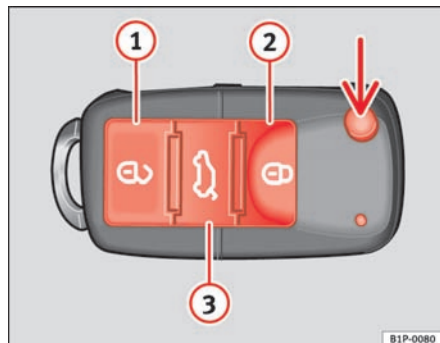

Fig. 64 Knapper på nøglen med fjernbetjening
Med knappen ⇒ fig. 64 (pil) på fjernbetjeningen kan du klappe nøglen ud.
Oplåsning af bilen  ⇒ fig. 64 ①
Låsning af bilen  ⇒ fig. 64 ②
Oplåsning af bagklappen. Tryk på knappen  ⇒ fig. 64 ③, indtil alle blinklygter på bilen blinker. Når du har trykket på oplåsingsknappen  ③, kan du åbne bagklappen inden for 2 min. Når denne periode er gået, bliver bagklappen låst igen.
Desuden blinker nøglens batterikontrollampe ⇒ fig. 64.
Når du trykker en gang på knappen  ⇒ fig. 64 ①, bliver kun førerdøren låst op. Alle andre døre er stadig låst.
Når du trykker to gange på knappen  ⇒ side 100, fig. 64 , bliver alle døre låst op.
- Tryk på knappen  ⇒ side 100, fig. 64 på fjernbetjeningen.